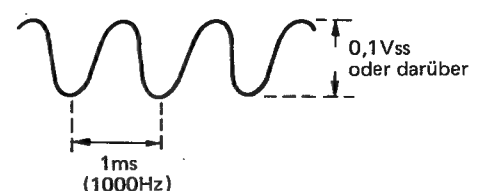

Abb. 8-11
2. AN, Stift 1 mit dem Oszilloskop (Selbsttriggerung) beobachten, sicherstellen, daß die in Abb. 8-11 gegebenen Anforderungen erfüllt werden.